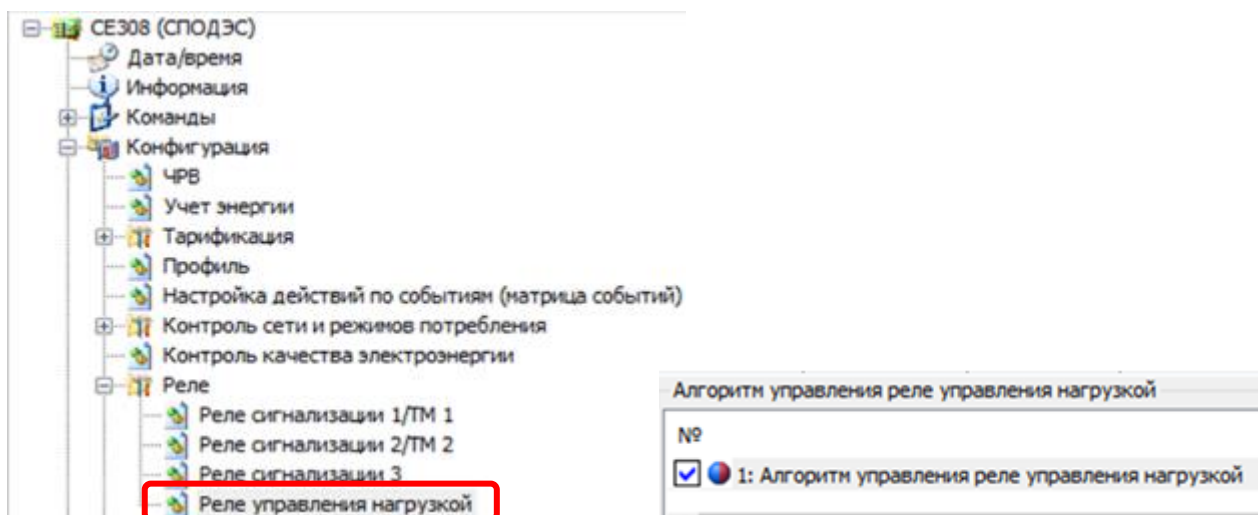

Рисунок 189 – Алгоритм управления реле управления нагрузкой.
6.9.8 Для РУН предусмотрен дополнительный параметр «Алгоритм управления реле управления нагрузкой» (ПО AdminTools в «Конфигурации» → «Реле» → «Реле управления нагрузкой»), (см. рисунок 189):